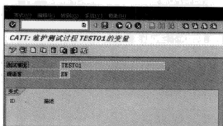

图 4-30 维护测试过程变量界面
STEP 3 在弹出的“维护测试过程变量”的界面中单击“”按钮，如图4-30所示。